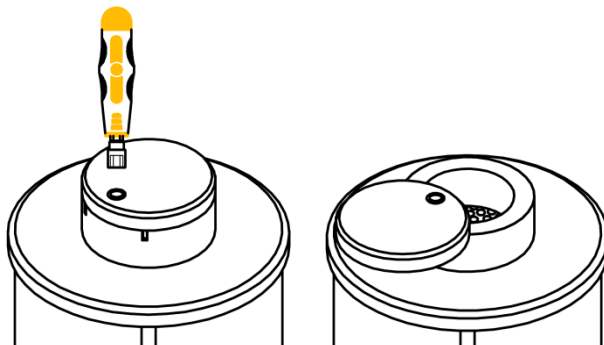

Fig. 9: Contenitore da 1,5 litri con coperchio rotante
- Contenitore da 1,5 litri : aprire la serratura del coperchio rotante con chiave a cricchetto (Fig. 9) e ruotare il coperchio di 180°